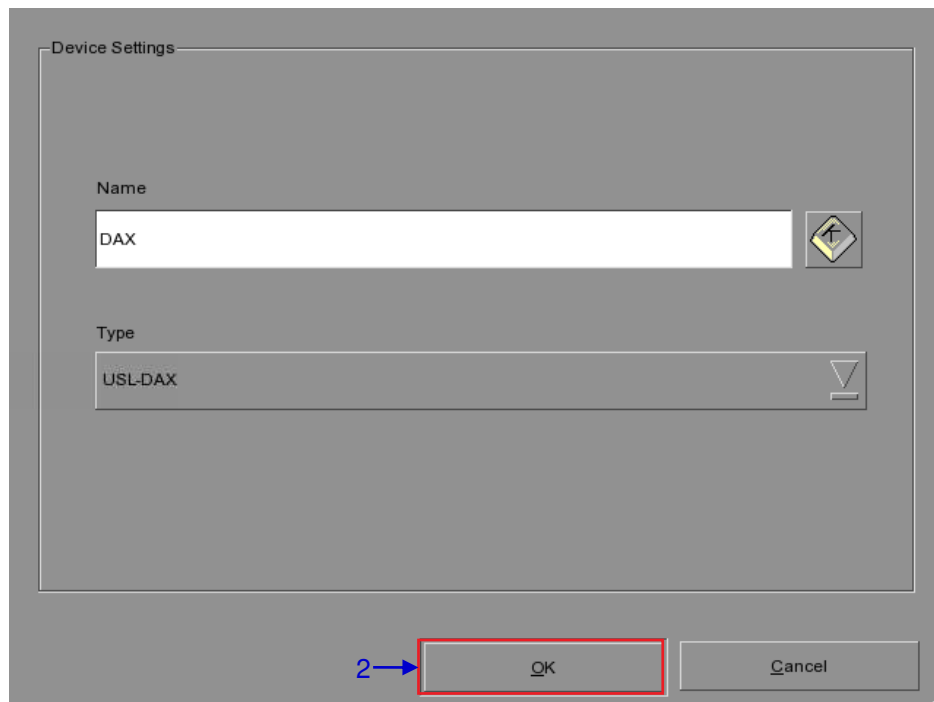

Figura 73 Configuración del dispositivo de automatización USL DAX.
2. Haga clic en [OK] y configure los parámetros del dispositivo para el dispositivo USL DAX. (Consulte la Figura 73)